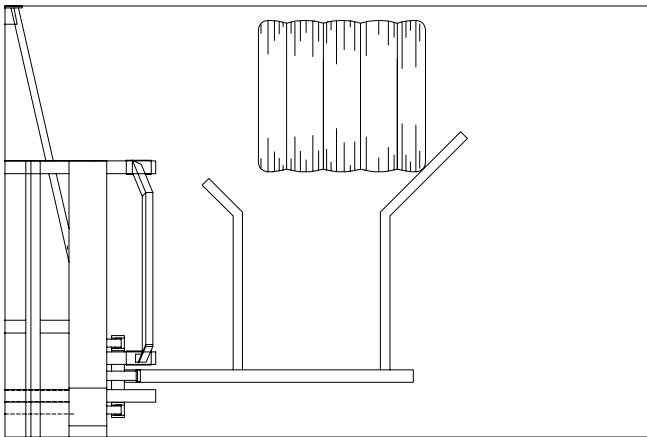

Figure 17
- 3) Lorsque vous êtes prêt pour la première balle, baissez le bras de chargement à quelques pouces au-dessus du sol, allez-y lentement pour vous habituer, aligner la machine de façon à ce que le coin extérieur de la balle entre en contact avec la fourche de chargement extérieure à environ 1/3 à 1/2 de sa partie à angle. (Figure 17)